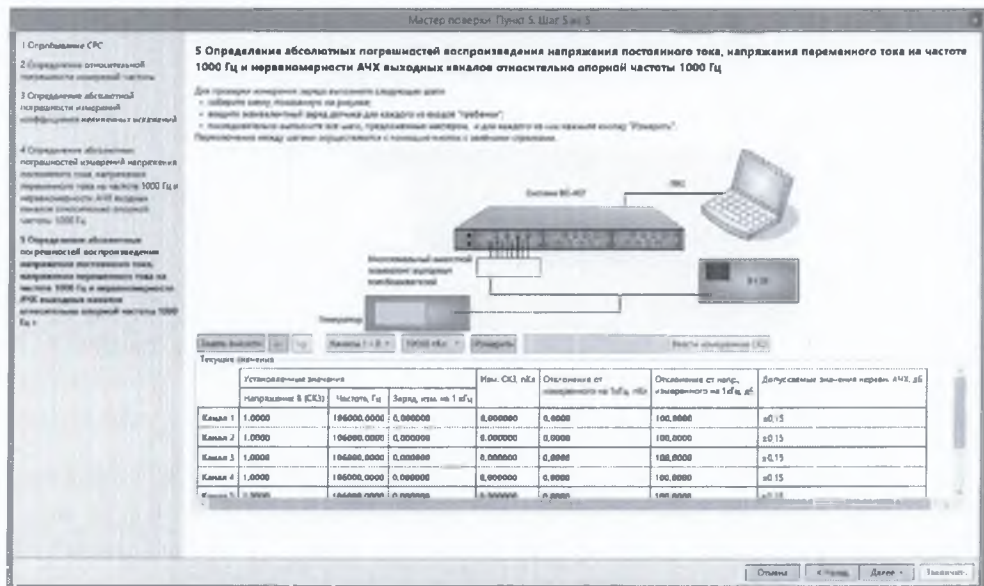

Рисунок 7.3.11
7.3.5.9 При переходе к частоте 106000 Гц в соответствии с рекомендациями мастера поверки собрать схему, изображенную в окне мастера поверки (рисунок 7.3.11), предварительно переведя калибратор-вольтметр в режим измерения напряжения переменного тока.